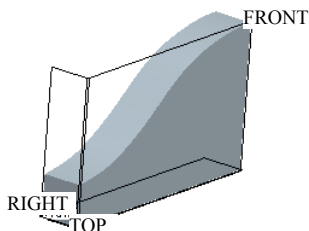
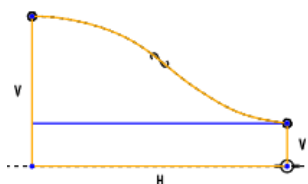

图 8.4.13 实体拉伸特征
图 8.4.14 截面图形
③ 单击工具栏中的按钮。
(6) 单击操控板中的按钮进行预览，然后单击“完成”按钮.
Step5. 创建图 8.4.13 所示的实体拉伸特征。在操控板中单击按钮；选取 FRONT
基准面为草绘平面，RIGHT 基准面为参考平面，方向为^{图 8.4.13}右；绘制图 8.4.14 所示的截面草图；选取深度类型^{图 8.4.14}，深度值为 50.0。
Step6. 保存零件模型文件。选择下拉菜单^{图 8.4.13}文件^{图 8.4.14} → ^{图 8.4.14}保存(S)命令。